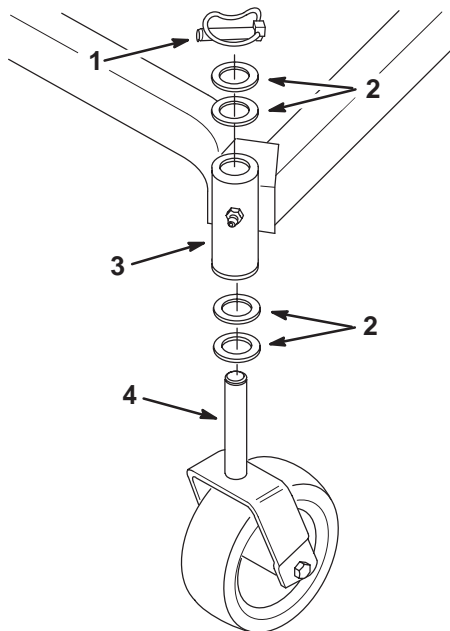

Figure 31
2. Enlevez la cheville et la ou les rondelles de butée du haut de la fourche (Fig. 31).
5. Vérifiez l'usure de la fourche et remplacez-la le cas échéant (Fig. 31).
6. Insérez la fourche dans les bagues à l'intérieur du tube de montage. Remettez la ou les rondelles de butée sur la fourche et fixez l'ensemble avec la cheville (Fig. 31).